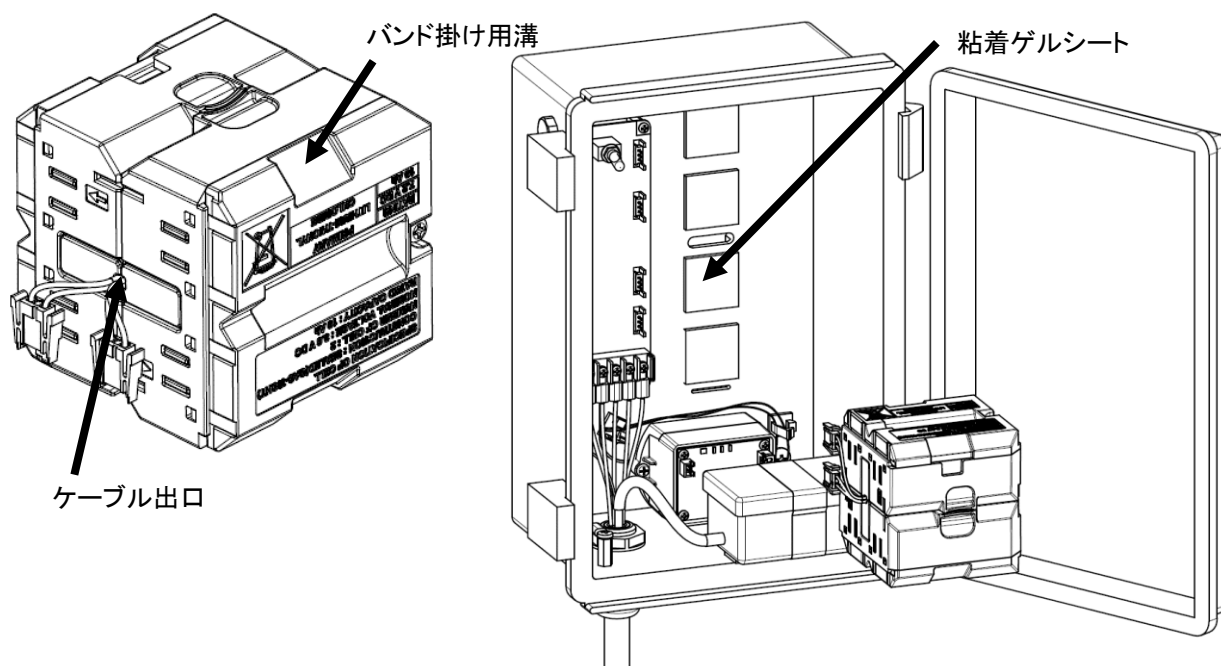

図 2 バッテリーパックの取り付け方法
1. バッテリーパックのケーブルが出てくる箇所を合わせ、図 2 の向きで粘着ゲルシートの上に置く。